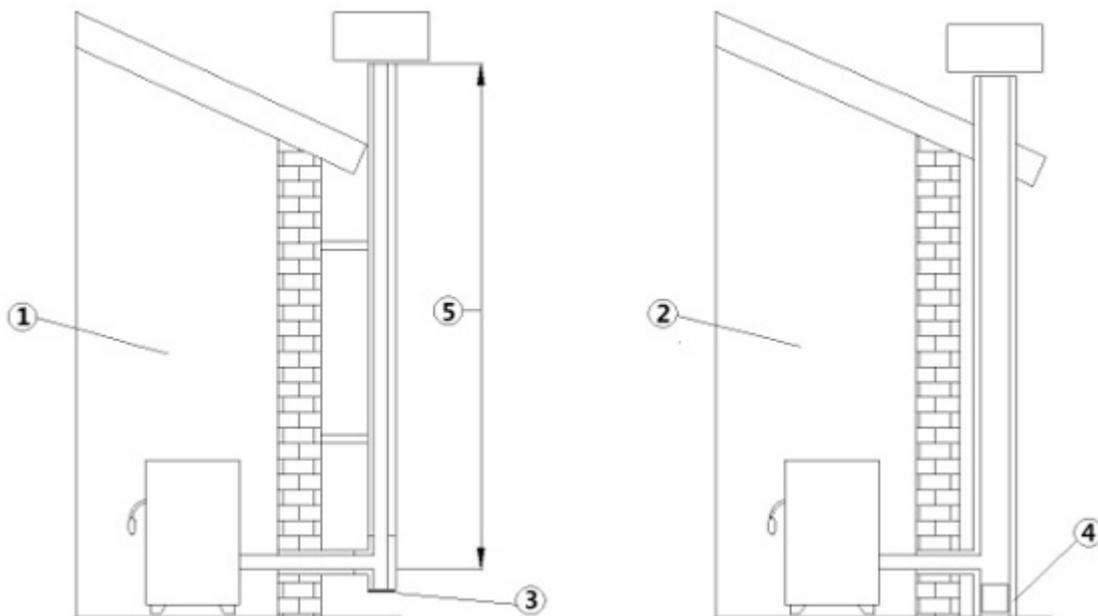

Fig. 3 - Rauchabzüge
LEGENDE	Fig. 3
- Der Schornstein muss unabhängig sein (siehe **Fig. 3**) mit isolierten Edelstahl-Rohren (1) oder an einem bereits bestehendem
- Rauchabzug (2).
- Beide Lösungen müssen einen Inspektionsdeckel (3) und / oder eine Inspektionstür haben (4).